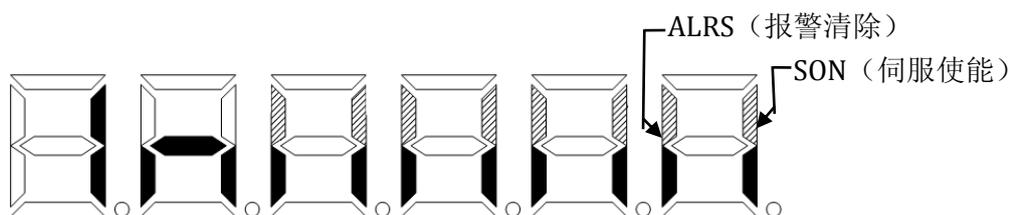
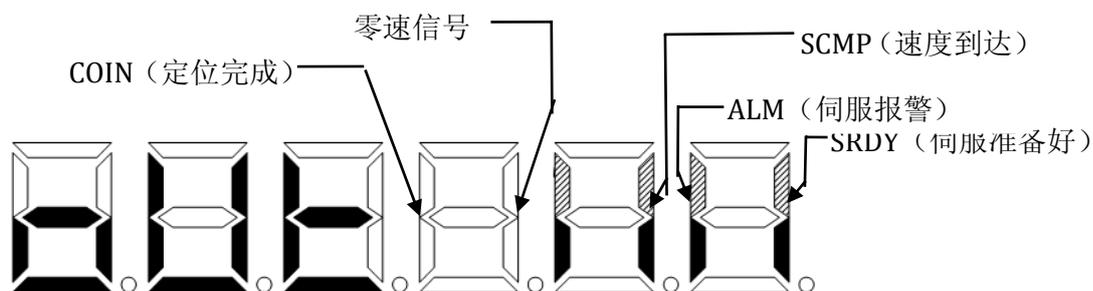
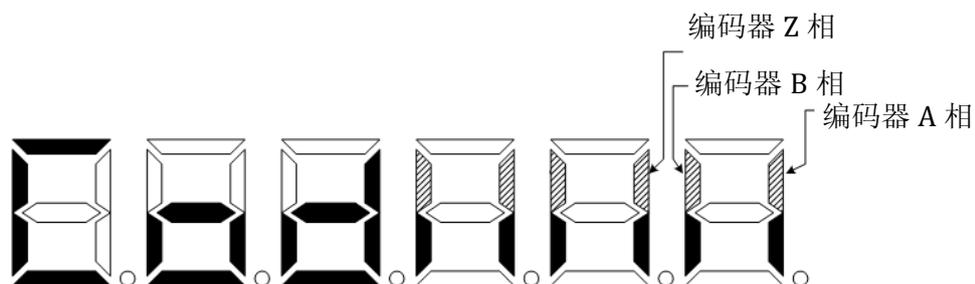

图 6.2.2 输入端子显示 (笔伐点亮表示 ON, 熄灭表示 OFF)
图 6.2.4 输出端子显示 (笔伐点亮表示 ON, 熄灭表示 OFF)
图 6.2.5 编码器信号显示 (笔伐点亮表示 ON, 熄灭表示 OFF)
- 注 8** 输入端子显示如图 6.2.2、6.2.3 所示，输出端子显示如图 6.2.4 所示，编码器信号显示如图 6.2.5 所示。